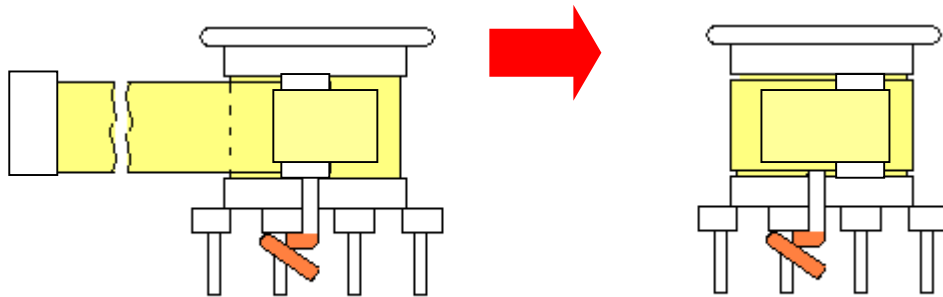

图 6.10
c. 铜箔须包正包平，不可偏向一边，不可上挡墙。(如图 6.10)